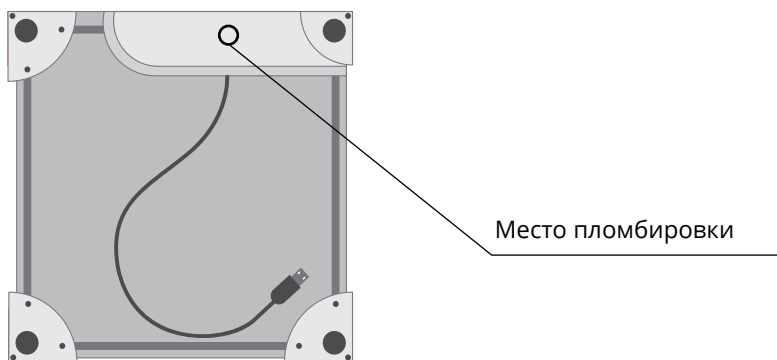

Рисунок 3 - Место пломбировки от несанкционированного доступа
1.5.2. Место расположения пломбы: с нижней стороны устройства над головкой винта крепления корпуса блока электроники (Рис. 3)